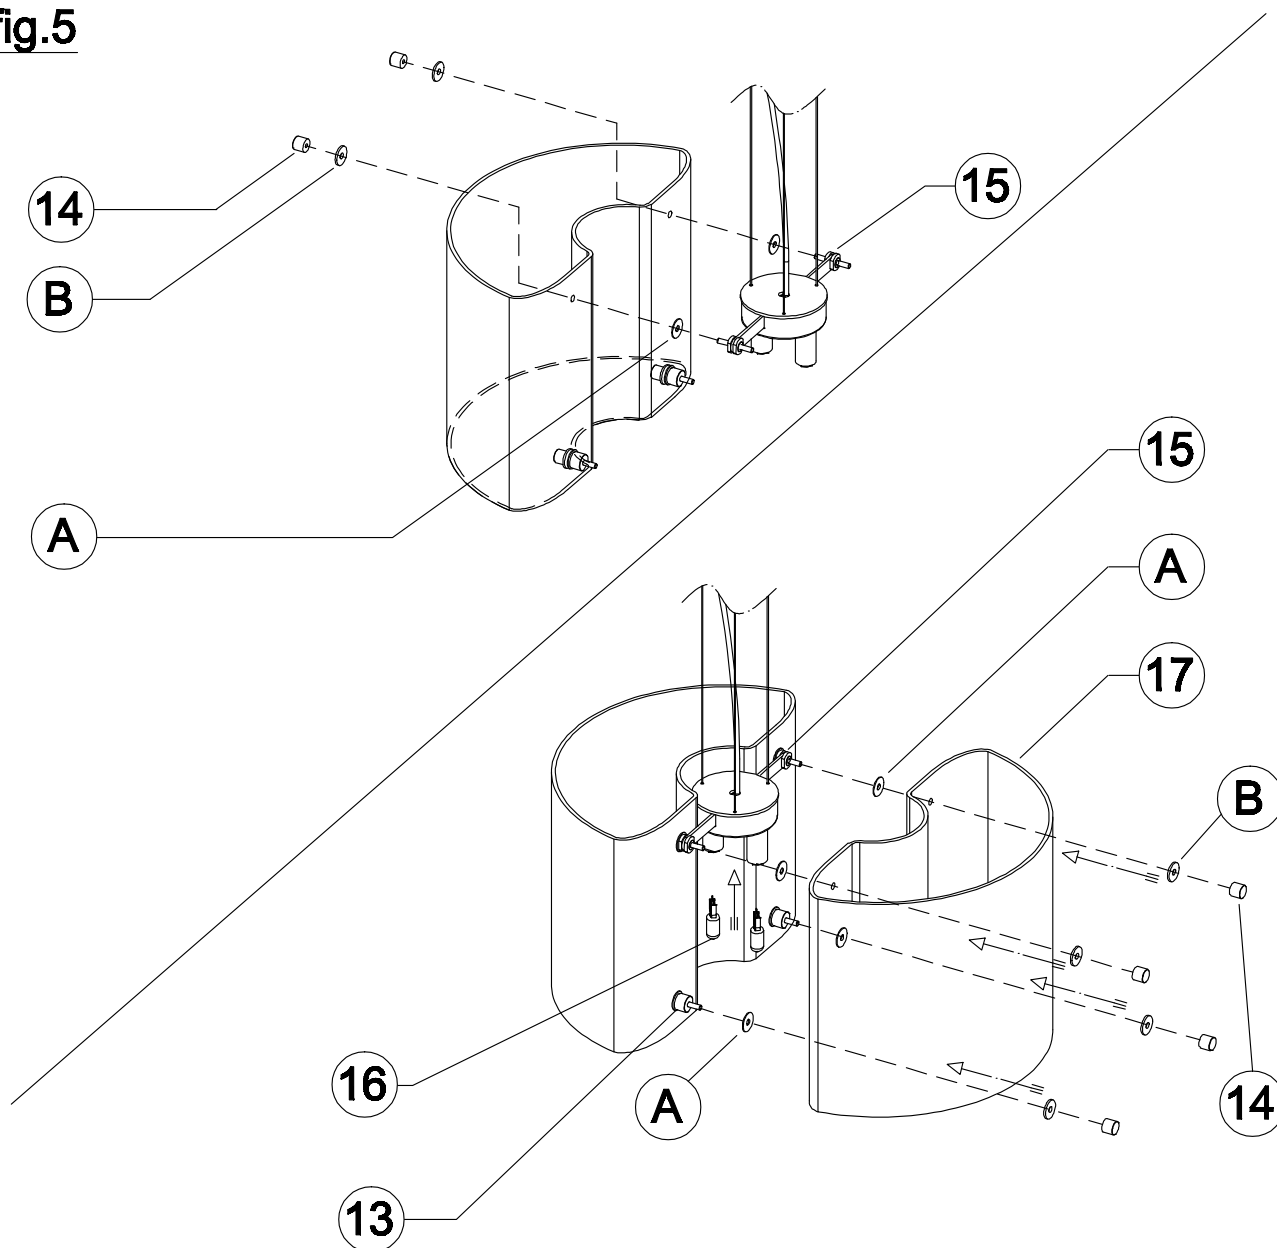

fig.6
- 4 Ora infilare il vetro (17) nei perni (13) e (15) interponendovi le rondelle di tipo "A", procedendo con le rondelle di tipo "B" e fissando il tutto avvitandoci i particolari (14), come indicato in fig.6 - Tav.2.